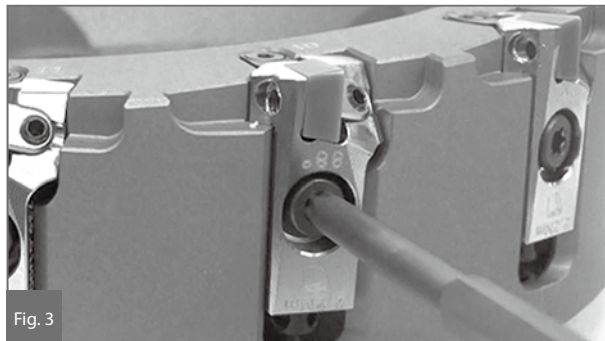

Fig. 3
2. 調整後、カートリッジを増し締めする（締付トルク：5N・m） [Fig. 3]
- ④ 0°精密仕上げカートリッジを同様の手順で、88°仕上げカートリッジの最大突出部より20~40μm高くなるように調整